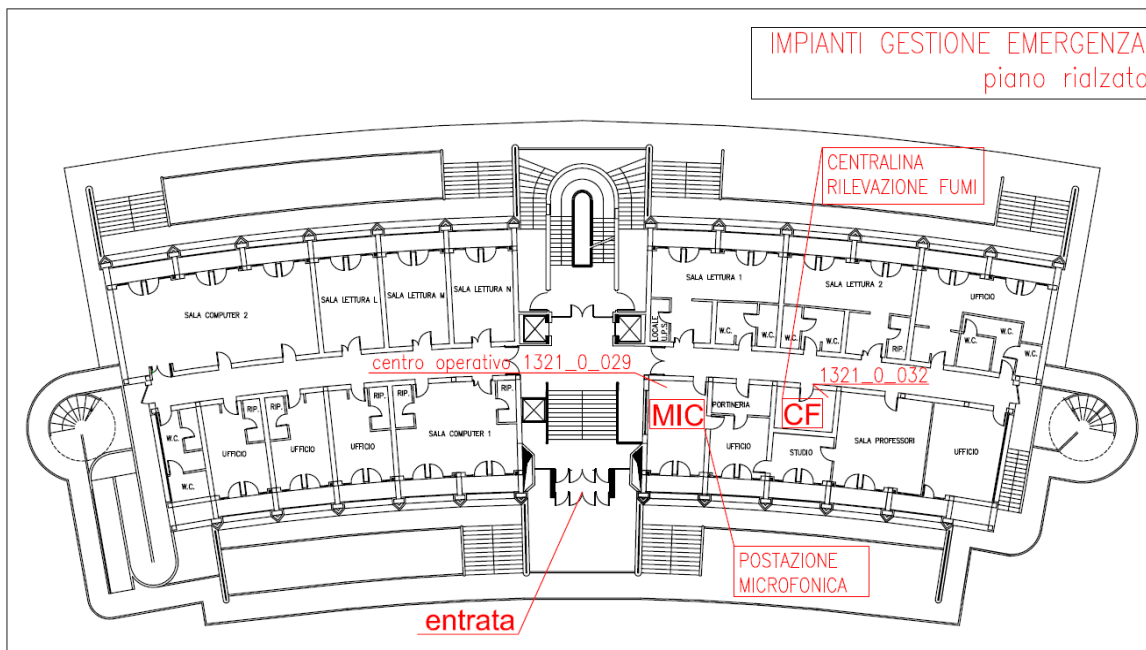

Figura 1. Impianti gestione emergenze.
La struttura è dotata di un sistema di allarme automatico per la rilevazione e segnalazione di incendi. L'impianto è costituito da una centrale di comando ubicata nel locale 1321\_0\_032 al piano rialzato (vedi p.to 3.3 - Figura 1), da rilevatori di fumo (nei locali ove previsti dalla norma), da pulsanti manuali e da targhe ottico/acustiche.
Per la gestione dell'emergenza e dell'evacuazione è inoltre presente un impianto di diffusione sonora con altoparlanti la cui centrale di comando e postazione microfonica è collocata nella reception al piano rialzato (locale 1321\_0\_029, vedi p.to 3.3 – Figura 1); tale impianto viene utilizzato per la comunicazione di preallarme e di ordine di evacuazione.
1. ai Vigili del Fuoco (115)
- Valuta autonomamente l'opportunità di avviare il segnale di EVACUAZIONE della struttura mediante la postazione microfonicata posta nella reception al piano rialzato (vedi p.to 3.3 – Figura 1);
- effettua la chiamata ai **Vigili del Fuoco (115)** e se necessario **dell'autoambulanza (118)**;
- ordina l'evacuazione dell'edificio (messaggio vocale preregistrato) mediante la postazione microfonica posta nella reception al piano rialzato (vedi p.to 3.3 – Figura 1);